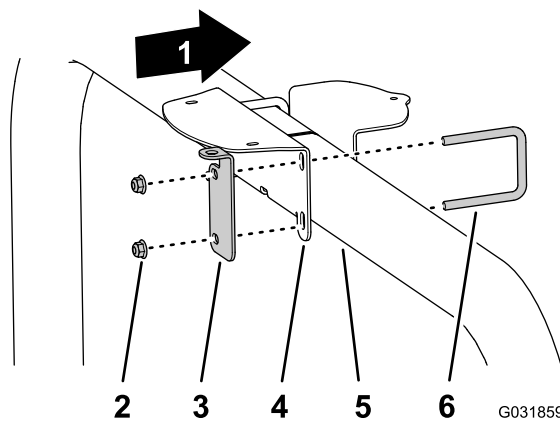

Рисунок 125
- Если машина оборудована системой GNSS и комплектом модема CDMA или GSM для коррекции RTK, установите крепление антенны с кронштейном антенны RTK на трубу конструкции ROPS (Рисунок 125) при помощи двух U-образных болтов и 4 фланцевых контргаек (3/8 дюйма).